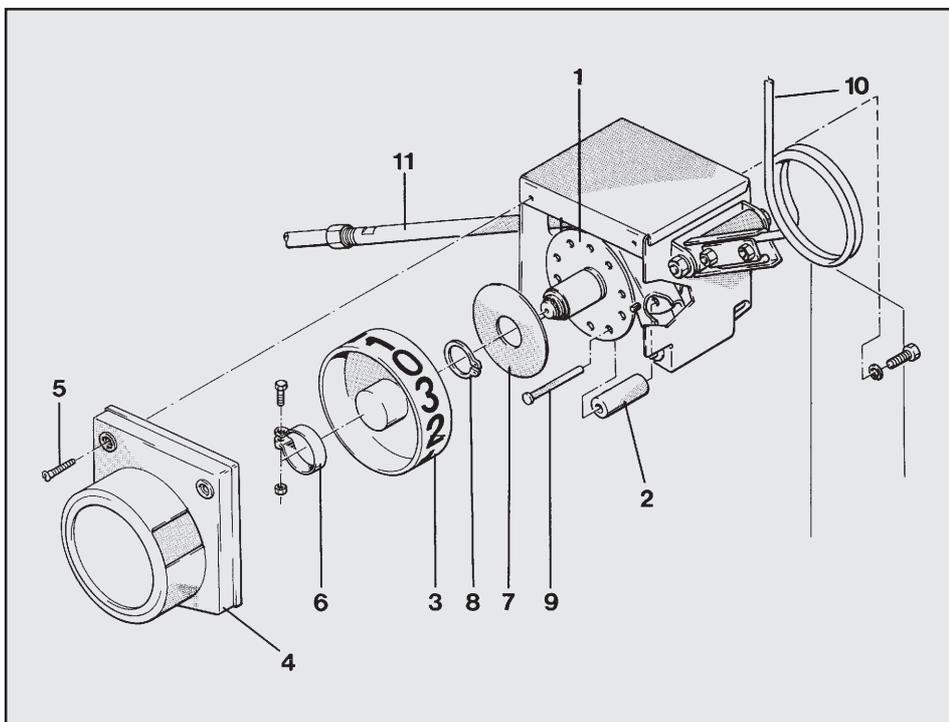

Рис. 16.10
Разделительная кулиса (рис. 16.10/1) устройства прокладки технологических колей управляет ритмом прокладки. Для 2-, 3-, 4- и 6-кратного переключения разделительная кулиса одинаковая. Для перестановки пульта управления на другой ритм переключения нужно, как описано в конце этого раздела, только переставить или продлить храповики (рис. 16.10/2). Для всех других ритмов переключения также могут поставляться соответствующие разделительные кулисы.
Разделительная кулиса (рис. 16.10/1) для 2-, 3-, 4- и 6-кратного ритма прокладки одна и та же. Для изменения последовательности включений, нужно только лишь переставить или продлить храповики (рис. 16.10/2) на разделительной кулисе (рис. 16.10/1).
При каждой смене ритма переключений необходимо установить правильные контрольные ленты на указательном диске (рис. 16.10/3).
Для переналадки пульта управления необходимо только переставить или продлить храповики (рис. 16.10/2). Это можно выполнить также на закрепленном на сеялке пульте управления.
- Снять защитную крышку (рис. 16.10/4), открутив два винта (рис. 16.10/5).
- Ослабить затяжку зажимной скобы (рис. 16.10/6) и снять вместе с указательным диском.
- Снять стопорную шайбу (рис. 16.10/7) после снятия стопорного кольца 24x1,2 (рис. 16.10/8).
- Свободно лежащий храповик (рис. 16.10/2) переоснастить согласно рисунку 16.11 после того, как будет вынут болт (рис. 16.10/9).
- Монтаж стопорной шайбы (рис. 16.10/7) и стопорного кольца (рис. 16.10/8).
- Установить новые контрольные ленты (рис. 61) на указательном диске (рис. 16.10/3) и закрепить на разделительной кулисе при помощи зажимной скобы (рис. 16.10/6).
- Необходимо переключать пульт управления при помощи пружины управления (рис. 16.10/10) до тех пор, пока зажимная трубка (рис. 16.10/11) не затянется храповиком (рис. 16.10/2) и не закрепится. После этого крепится защитная крышка (рис. 16.10/4) пульта управления, а указательный диск (рис. 16.10/3) прокручивается настолько, чтобы в окошке защитной крышки появился "0".
- Крепко затянуть указательный диск (рис. 16.10/3) при помощи зажимной скобы (рис. 16.10/6) и установить защитную крышку (рис. 16.10/4).
- Необходимо переключать пульт управления при помощи пружины управления (рис. 16.10/10) до тех пор, пока указательный диск (рис. 16.10/3) не провернется минимум на три полных оборота, и проверить, правильно ли он работает, т.е. в каждом ли положении "0" затягивается зажимная трубка (рис. 16.10/11).